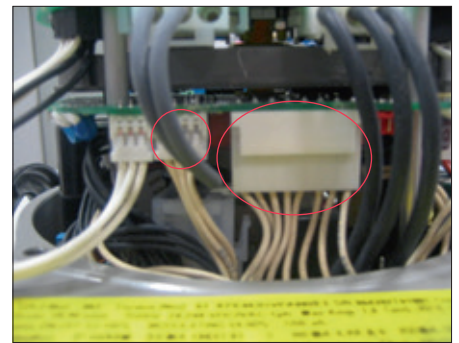

Abb. 12
- Schließen Sie das 8-polige und das 4-polige Verbindungskabel wieder an (Abbildung 12).